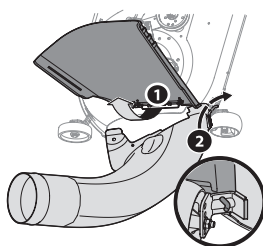

Figura 13
1. Con el canal de descarga del tractor levantado y manteniéndolo abierto (1), instale el codo del canal colocando el codo del canal de la varilla montadora en la lengüeta de la lengüeta montadora (2), como se muestra en la Figura 13.